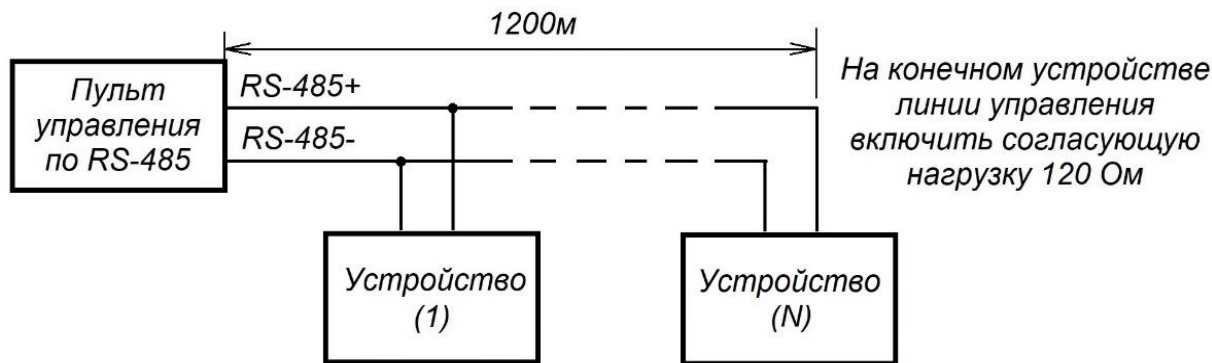

Рис. 5.5.1 Схема подключения к линии управления по RS-485
5.5 При подключении нескольких устройств к линии управления по RS-485 рекомендуется включать их последовательно в соответствии со схемой подключения, приведенной на рис. 5.5.1.